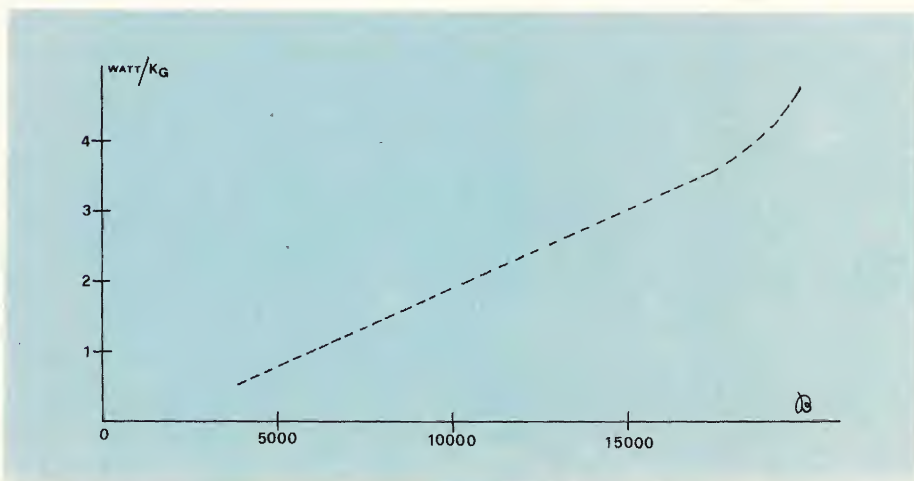

Fig. 2 - Grafico relativo all'induzione magnetica nei confronti della frequenza di rete.
3) Perdite nel ferro in watt/kg in funzione dell'induzione "B"; generalmente queste perdite si intendono valutate alla frequenza di 50 periodi; le curve si ricavano sperimentalmente e dipendono dalla qualità del ferro e da altri fattori; poiché il tracciarle è operazione troppo complessa, si può ritenere valida quella data in Fig. 2, per impiego di malierini al silicio, come sono appunto quelli di solito usati nella costruzione dei piccoli trasformatori, e per spessori normali; essa dice che per  $\beta = 1000$  si può ritenere di circa 2 watt/kg.
Nelle considerazioni che seguono riteniamo questo valore costante per i nuclei dei trasformatori, mentre per quelli delle resistenze induttive, nelle quali "B" ha valori generalmente più alti, si dovrà ricorrere alla Fig. 2 i cui valori si riferiscono a una frequenza di 50 periodi. Se si devono costruire un certo numero di trasformatori, sarà bene montare dapprima un nucleo sperimentale, circondato da un opportuno avvolgimento, per rilevarne le curve magnetiche, secondo il sistema che esponiamo.